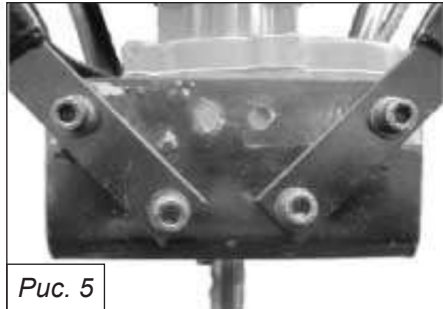

Рис. 5
2. Установка рукояток под углом (рис. 5).